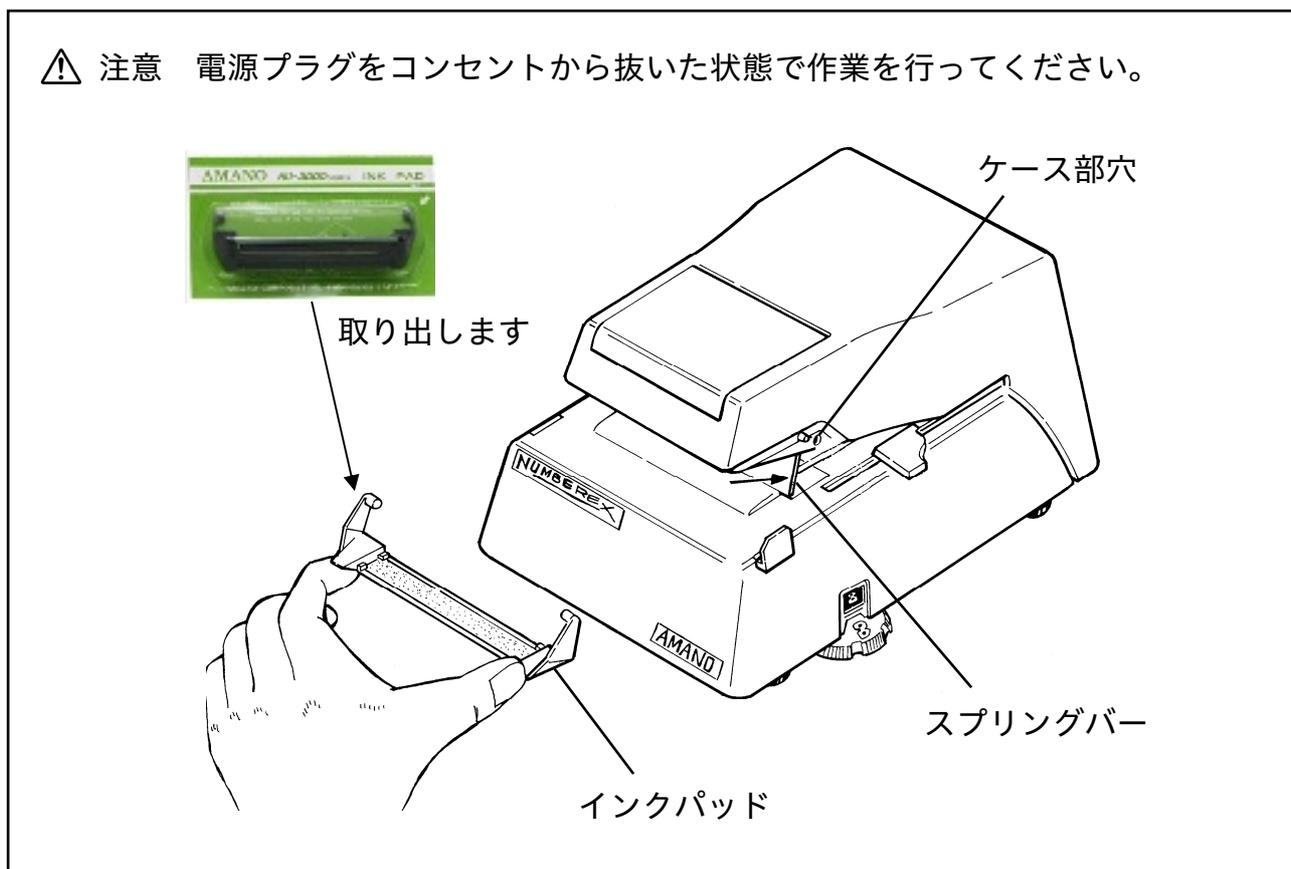
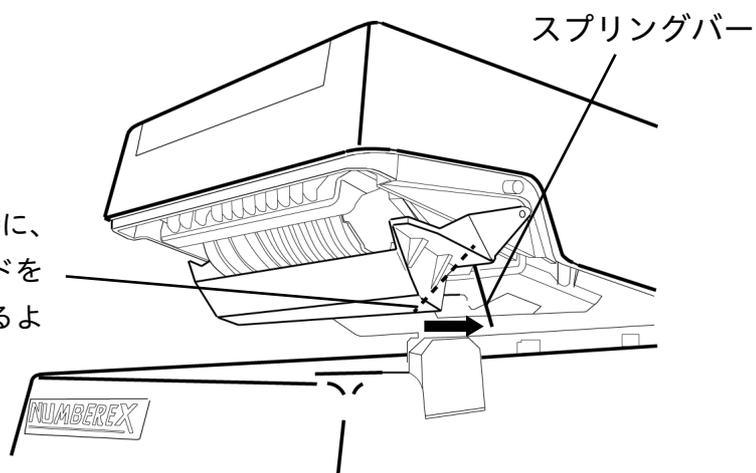

図2
図10
- (2) インクパッドを、上ケースに沿ってスプリングバーの矢印の方向に押しながら、上ケースにある穴に入れてください。(図2参照)(14ページ図10参照)
- (2) 次に古いインクパッドをはずしてください。(次ページ図10参照)
- (3) 新しいインクパッドを取り付けてください。
※スプリングバーを後ろに押し付けて取り付けます。(次ページ図10参照)